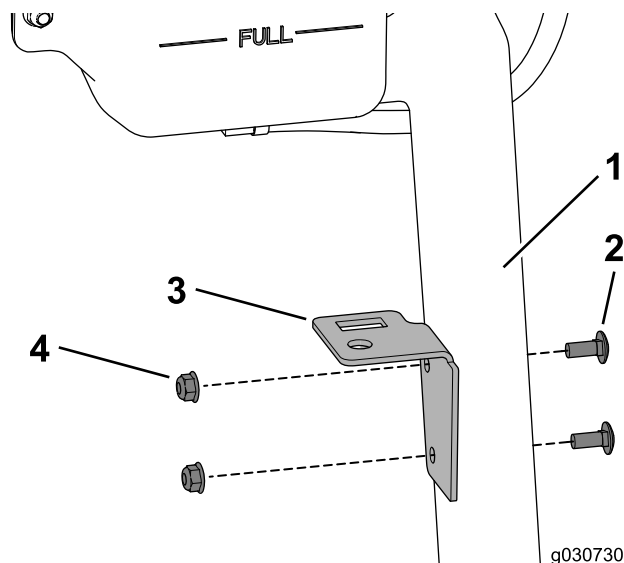

Bild 31
1. Befestigen Sie die Behälterplatte mit den zwei Schlossschrauben und Sicherungsmuttern an der Stütze der Kühlmittelflasche (Bild 31)